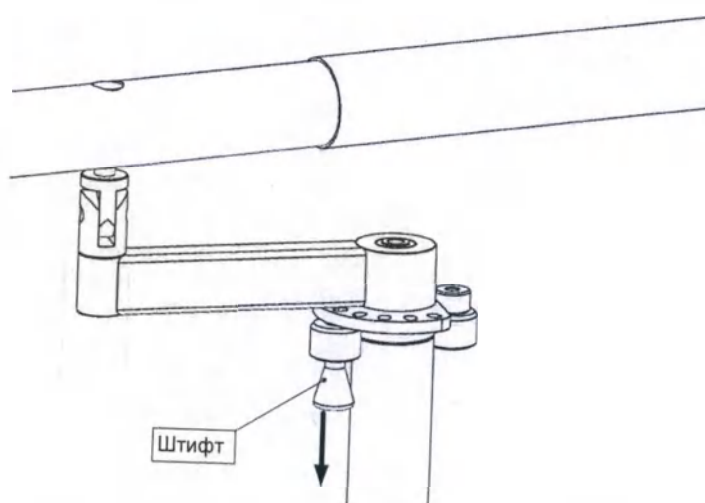

Рисунок 32 – Расположение штифтов регулируемых поручней для регулировки по ширине
- освободите поручень, потянув штифты, расположенные в передней и задней частях поручня, вниз (см. рисунок 32);